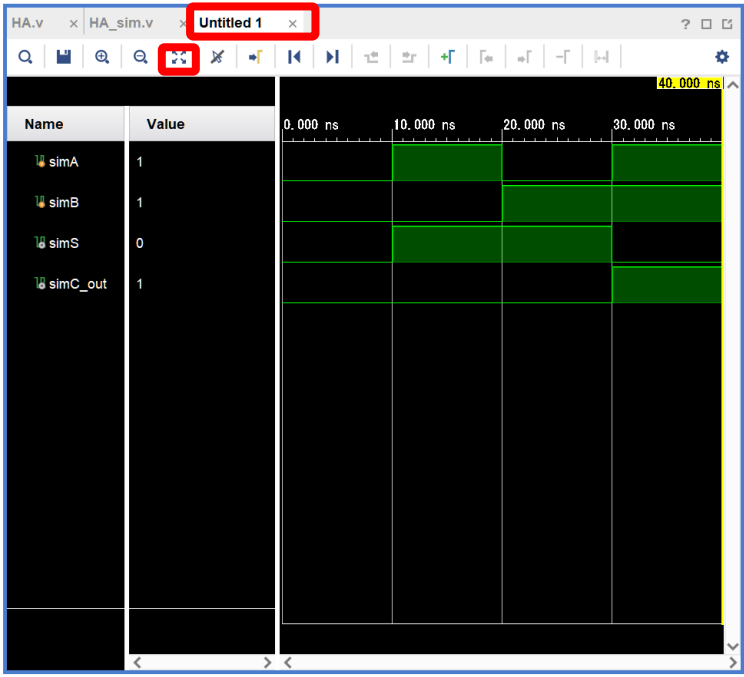

図 11.28 シミュレーションの手順 10
- 10) シミュレーションが正常に終了すると、「Untitled 1」のタブが追加されるので、選択するとタイミングチャートとしてシミュレーション結果が表示される。その後、「Zoom Fit」ボタンをクリックすると、シミュレーション全体を表示できる (図 11.28)。